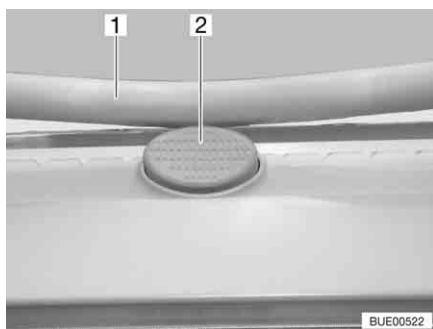

Bild 110 Låsknapp på Heki-takluckan
- Tryck på låsknappen (Bild 110,2) och dra ner bygel (Bild 110,1) med båda händerna.
- Tryck bygel uppåt med båda händerna tills bygel ligger ovanför låsknappen (Bild 110,2).